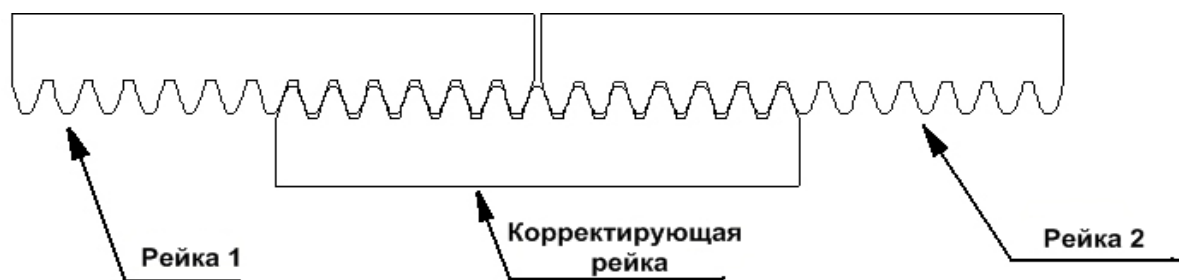

Рис. 7 Проверка правильности установки зубчатой рейки
6. Поместите горизонтально предварительно собранную вторую секцию рейки встык с первой, используя дополнительную секцию рейки (Рис. 7). При совмещении реек исключите возможность в зоне переходов каких-либо смещений между рейками, чтобы обеспечить плавный ход ворот.